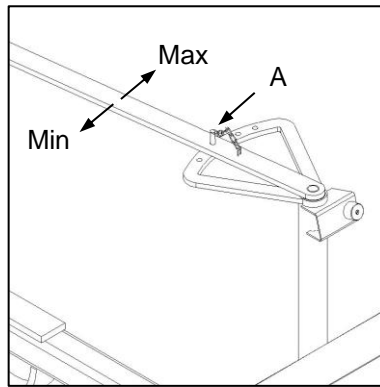

Fig. 1
- ✔ Set the shutter control lever to the chosen position and insert the locking pin (Fig. 1-A).
- ✔ Stel die sluitplaatbeheerhefboom op die gekose posisie en steek die sluitpen in (Fig. 1-A).